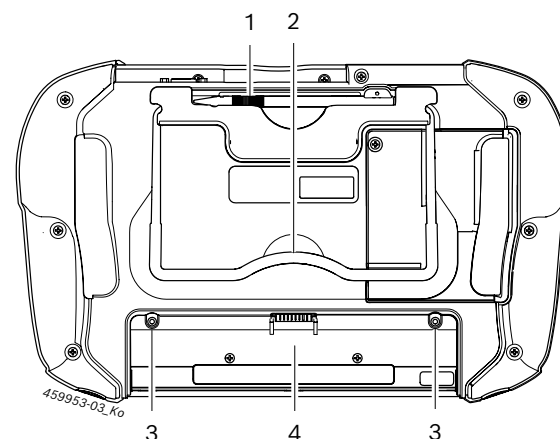

Fig. 3: KTS 350 Undersida
➤ Skjut in batteriet i batterifacket och säkra med två befintliga skruvar på batteriet (se fig. 3, pos. 3).